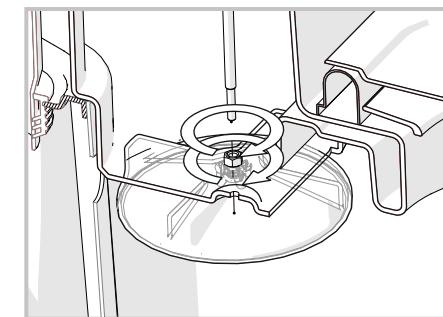

Рис. 2. Сборка разбрасывателя
- 6) Установите обратно гайку M8 (поз.7) на привод (рис. 2).
- 8) Накрутите разбрасыватель на привод, регулируя высоту таким образом, чтобы разбрасыватель располагался по центру прямоугольного отверстия внизу бака (рис. 2), а нижняя часть привода входила в центрующее отверстие.